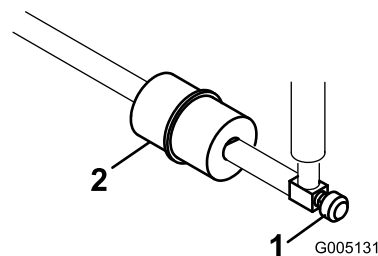

Figura 50
Existe um filtro no interior da tubagem de combustível, situado entre o depósito de combustível e o carburador (Figura 50). O filtro deve ser substituído a cada 800 horas de funcionamento ou com maior frequência se o fluxo de combustível não for o esperado. Certifique-se de que a seta existente no filtro se encontra dirigida para longe do depósito de combustível.
1. Feche a válvula de bloqueio do combustível, liberte o dispositivo de fixação da mangueira que se encontra no carburador, na zona do filtro e retire a tubagem de combustível do filtro (Figura 50).
2. Coloque um recipiente de drenagem debaixo do filtro, liberte os restantes dispositivos de fixação e retire o filtro (Figura 50).